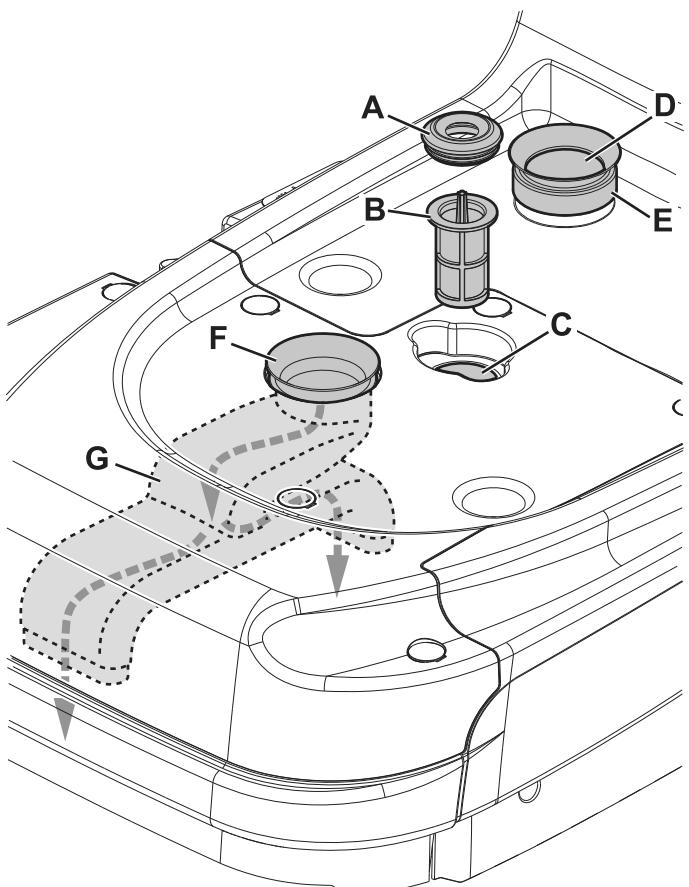

Рис. 12
- С помощью ручки (15) снимите контейнер с бачками (13) с корпуса машины.
- Снимите резиновую прокладку (A, Рис. 12), затем снимите сетчатый фильтр (B).
- Очистите их и установите обратно в корпус (C).
- Снимите воздушный фильтр (D) и очистите его.
- Установите обратно фильтр в паз прокладки (E).